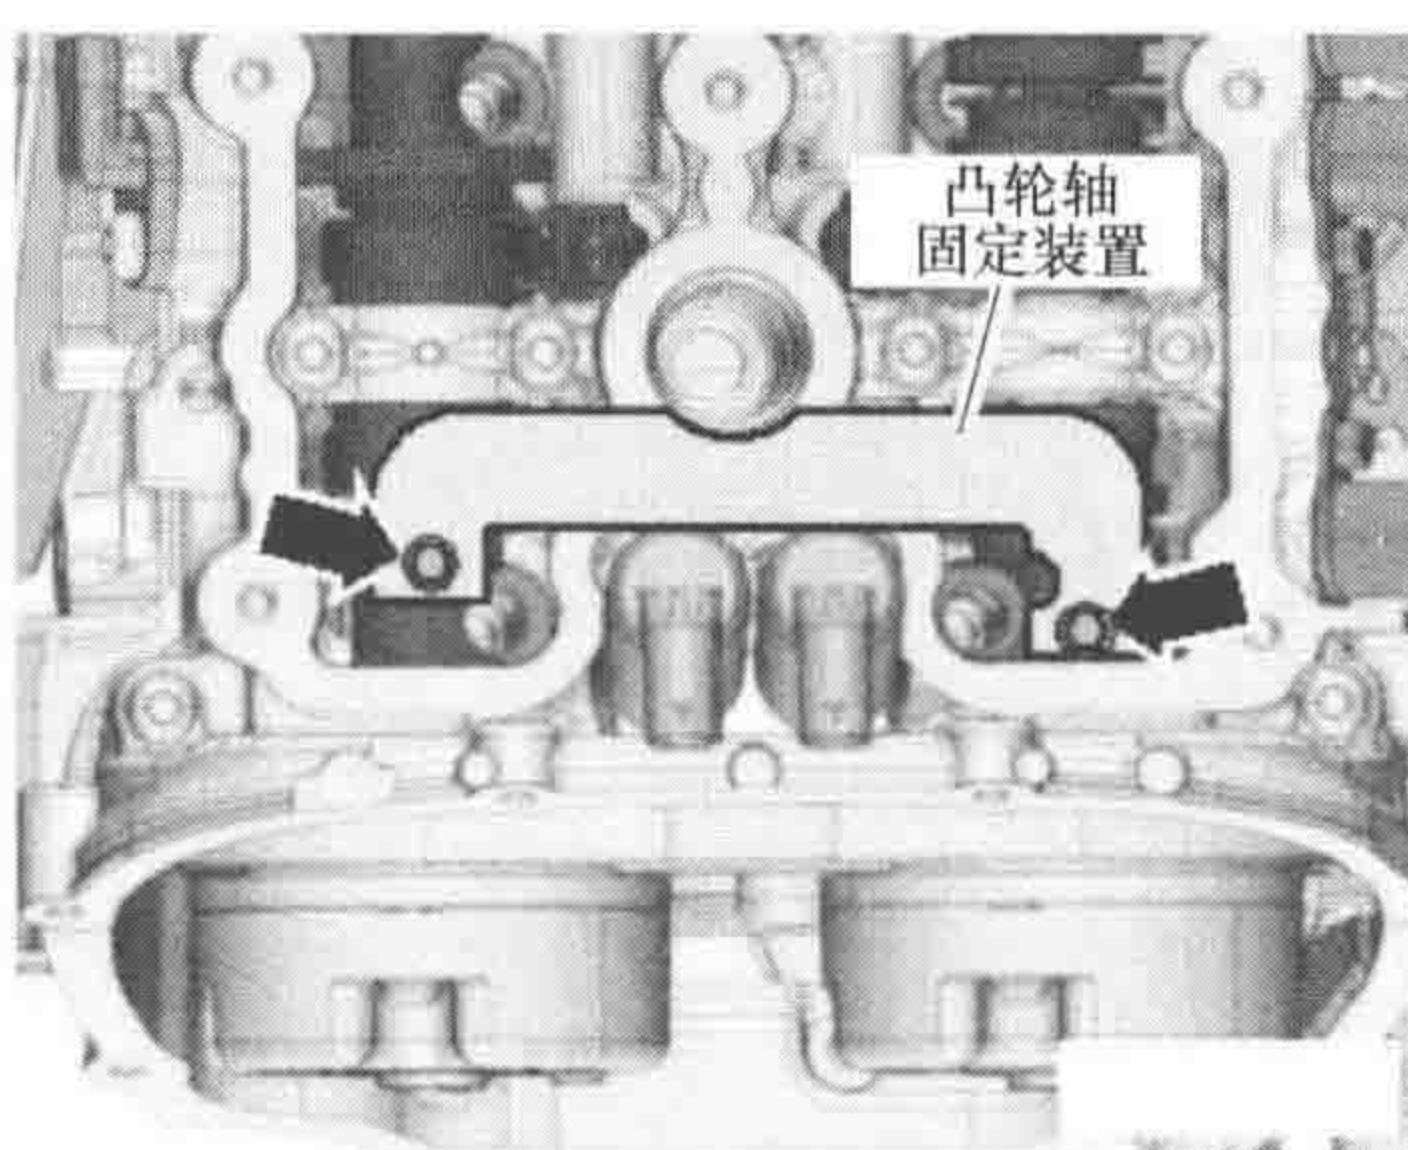

图 1-1-12
(4) 如图 1-1-12 所示, 将凸轮轴固定
(13) 确保两个气缸盖的凸轮轴已用凸轮轴固定装置固定在“上止点”位置，如图 1-1-12 所示。